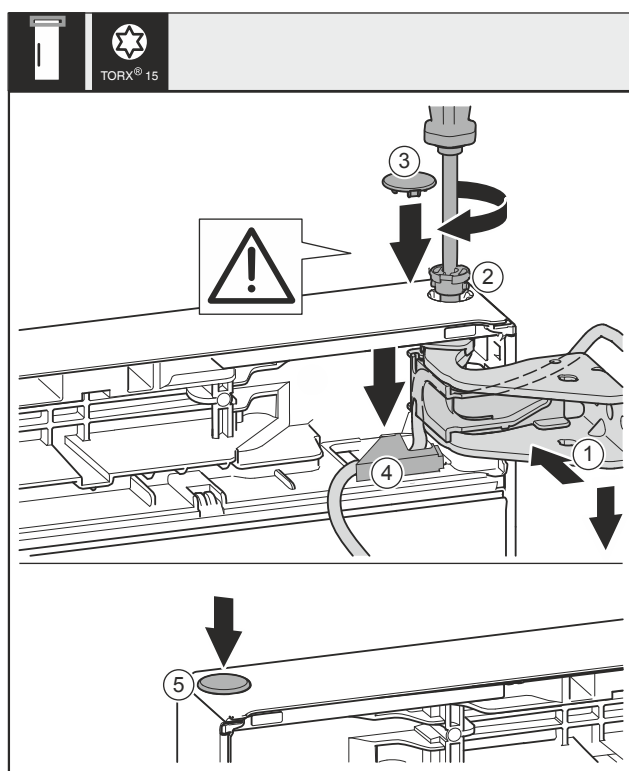

Fig. 45
- Dveře nahoře vyrovnejte s otvorem ve stojanu ložiska Fig. 45 (1).
- Vložte čep Fig. 45 (2) a pevně jej utáhněte šroubovákem.
- K zajištění dveří namontujte bezpečnostní kryt: Bezpečnostní kryt Fig. 45 (3) nasadíte a zkontrolujete, zda přiléhá na dveře. V opačném případě čep zcela zasuňte.
- Vložte kryt Fig. 45 (4) a zatlačte jej směrem dolů, dokud nezacvakne.
- Vložte zátku Fig. 45 (5).